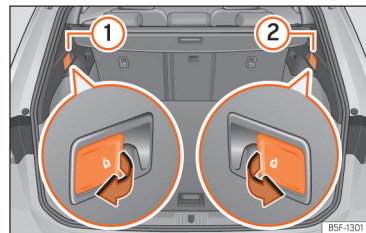

Fig. 100 Al maleter: palanques per a desbloqueig del respatllet del darrere.
- Estireu la palanca de desbloqueig a distància de la part esquerra »» **fig. 100** ① o dreta ② del respatllet en el sentit de la fletxa. La part desbloquejada del respatllet del darrere s'abat automàticament cap endavant.